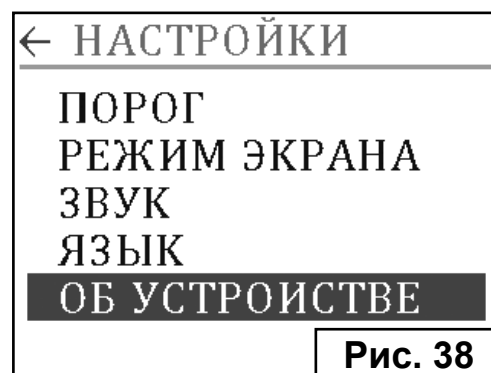

Рис. 38
2. Нажмите на пункт меню «ОБ УСТРОЙСТВЕ» (Рис. 38).